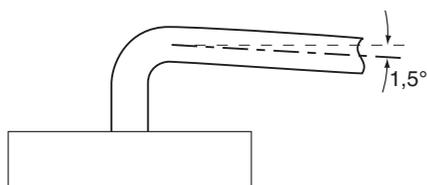

Рисунок 5.4
- Подсоедините слив предохранительных клапанов 32 и 33 (Рисунок 5.4) к сливной воронке.